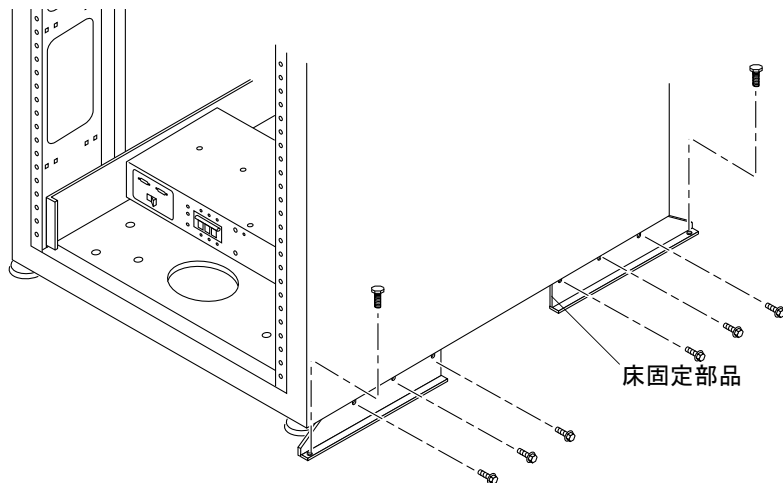

図 3-6 床固定部品の取り付け
2. 7/16 インチのレンチを使って、今 6 個の取り付けネジを取り外した拡張キャビネットの正面と背面に右側の床固定部品を取り付けます (図 3-6)。